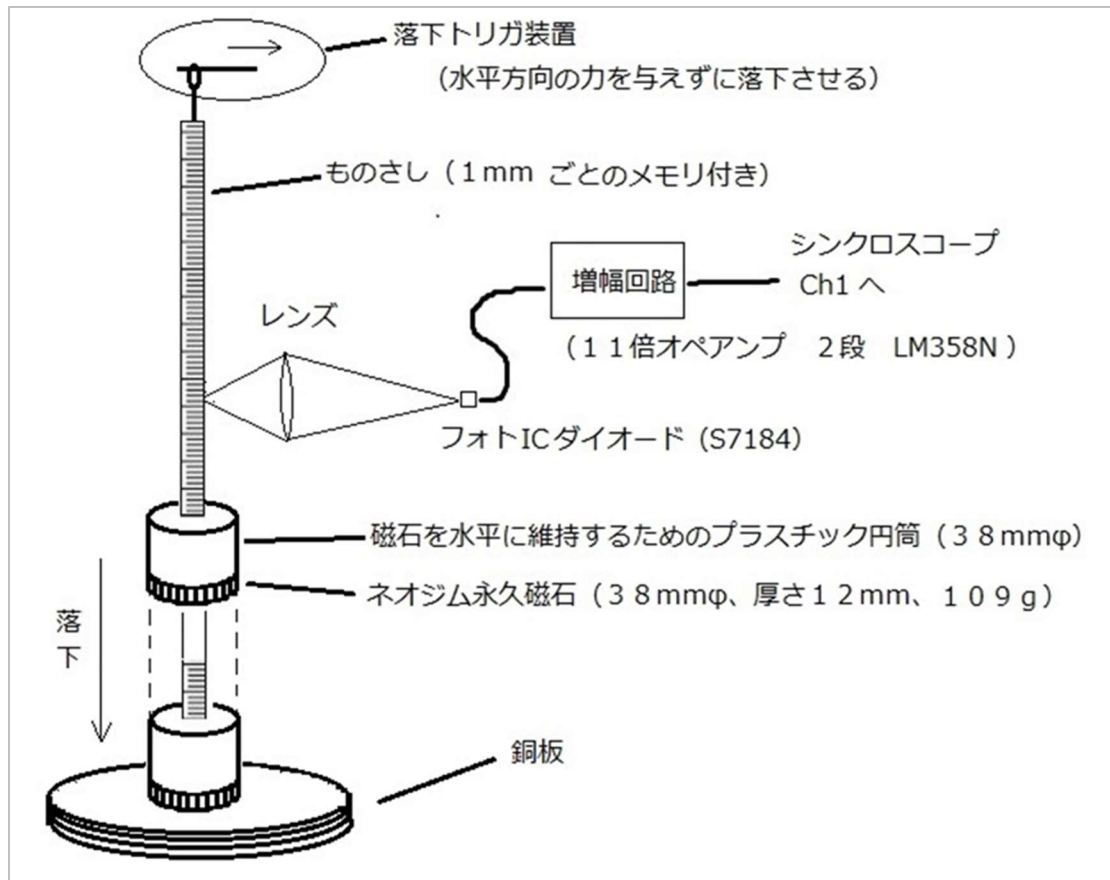

図5 磁石落下実験装置の基本部分
下の図5にはこの装置の基本部分の構成を説明してあります。装置設計のポイントは、①円形磁石を水平のまま落下させること、②どれだけ落下したかを計測できるようにすることです。落下させる磁石の上には、長さ6cmの薄いプラスチックのシートを丸めた筒を接着してあります。一方、垂直な落下コースの周囲4か所にはガイドレールが立ててあり、筒のついた磁石はその中を落下中、水平な姿勢を保って落下します。磁石の直径は3.8cm、ガイドレールは直径4cmの円に沿って設置してあり、磁石とガイドレールの間には薄いプラスチックの円筒があるので、磁石は落下中、ガイドレールには触れません。筒の上部には中心線に沿って長さ20cmの幅7mm、厚さ1mmのものさしが垂直に接着してあります。ものさしに光をあて、落下する目盛の反射光を集光レンズで集めて、その焦点位置にフォトダイオードを置いて検出します。これによって磁石落下中の目盛から光のパルス列(ものさしは白く、目盛りは黒いので、光のマイナス・パルス列)がシンクロスコープに記録されます。パルスの個数をカウントすれば落下位置(落下距離)が分かります。